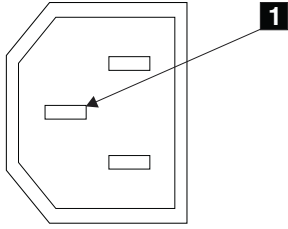

图 2. 接地插脚
6. 检查 SAN Volume Controller 2145-8F2 的机架和每个主电源接口的接地插脚之间的电连续性。接地插脚如图 2 中 **1** 所示。